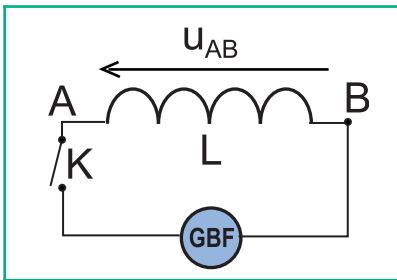

Fig.1
- 7** On relie une bobine AB d'inductance  $L = 0,1 \text{ H}$  et de résistance interne négligeable à un générateur de courant variable (Fig.1).